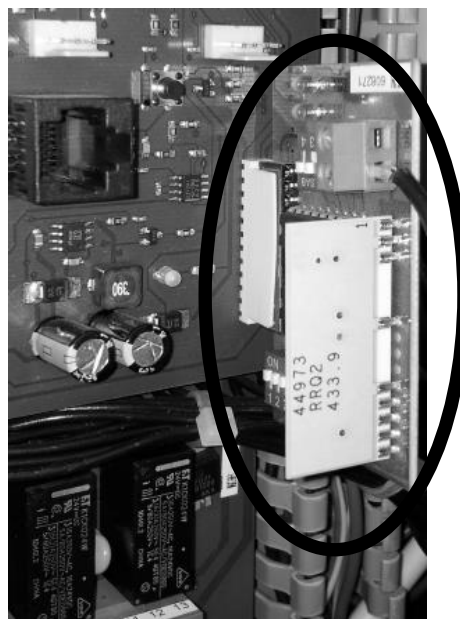

Abb. 6: Aufgesteckte Funkplatine mts2000/02
- Die Einstell- und Anzeigeelemente müssen nach innen zeigen (Abb. 6).